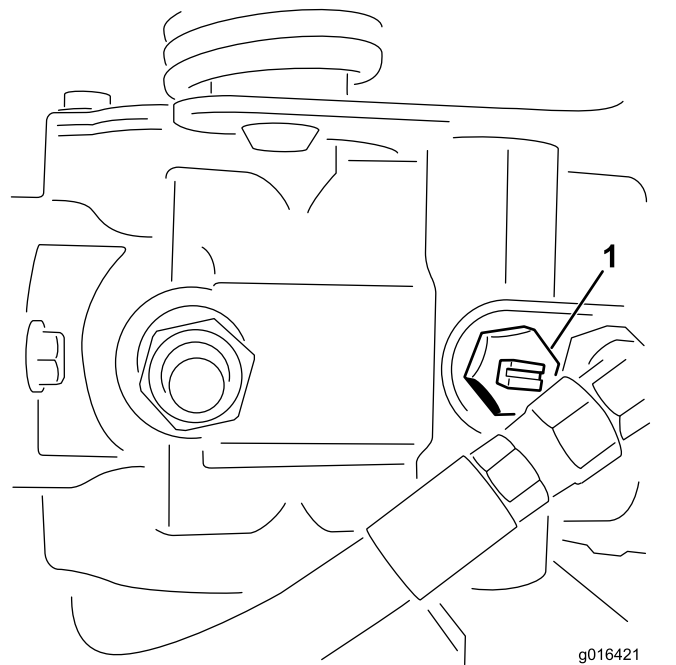

Figura 26
1. Localice la válvula de desvío en la bomba y gírela en sentido antihorario dos vueltas completas (Figura 26).
2. Antes de arrancar el motor, cierre la válvula de desvío girándola en sentido horario dos vueltas completas (Figura 26).